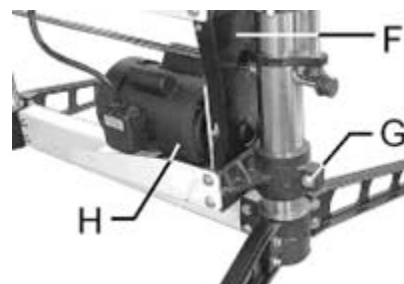

Рис. 24
Ослабьте болт (G, Рис. 24) и опустите двигатель (H) под действием его собственного веса.